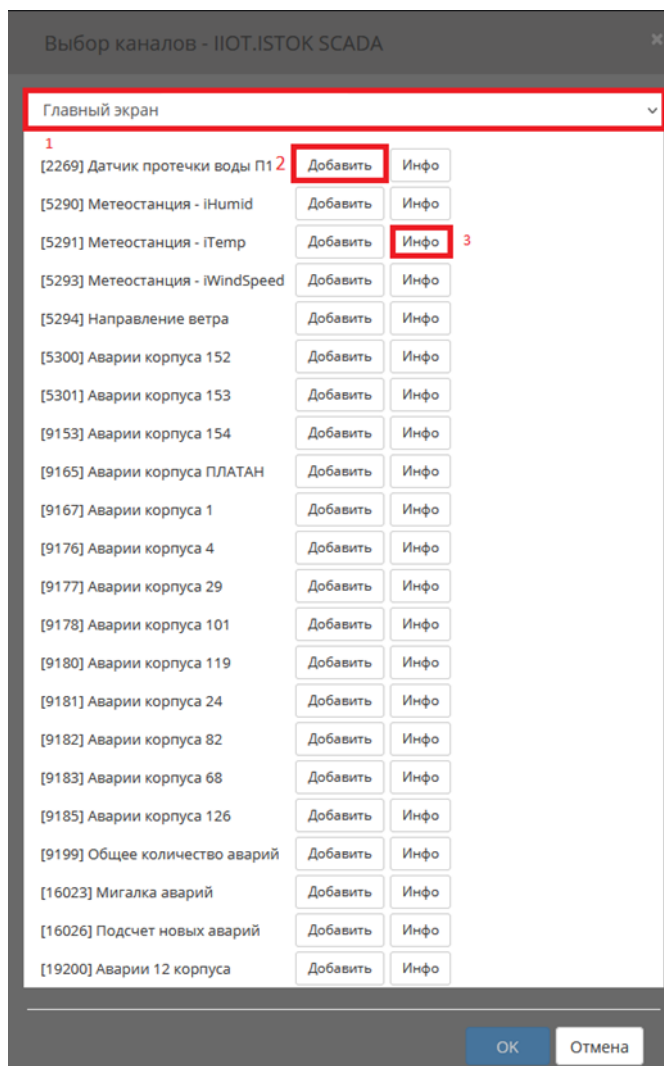

Рисунок 11 – Форма добавления каналов в отчет
- **при нажатии на кнопку выбора каналов появиться окно для добавления каналов** (см. рис. 11);
- **форма содержит выпадающий список всех схем** (см. рис. 11, позиция 1);
- **для добавления канала в график необходимо нажать на кнопку «Добавить»** (см. рис. 11, позиция 2);
- **при нажатии на кнопку «Инфо» появиться информация о канале** (см. рис. 11, позиция 3);